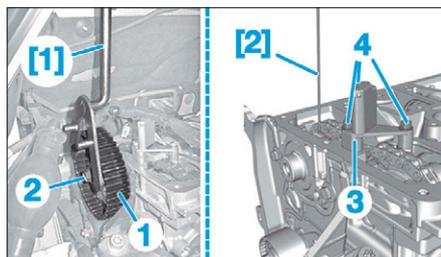

FIG. 82
- Immobiliser la poulie d'arbre à cames (1) à l'aide de l'outil [1] (Fig.82).
- la vis de poulie d'arbre à cames avec sa rondelle (2),
- la poulie d'arbre à cames (1).
- Piger le tendeur de chaîne de distribution (3) avec la pige [2].
- les vis (4) du tendeur,
- le tendeur de chaîne (3).